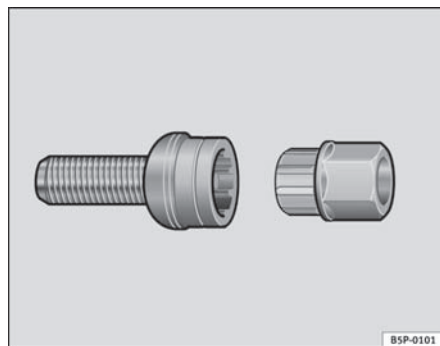

Abb. 170 Diebstahlhemmende Radschrauben
- Setzen Sie den Adapter bis zum Anschlag in der diebstahlhemmenden Radschraube ein ⇒ **Abb. 170**.